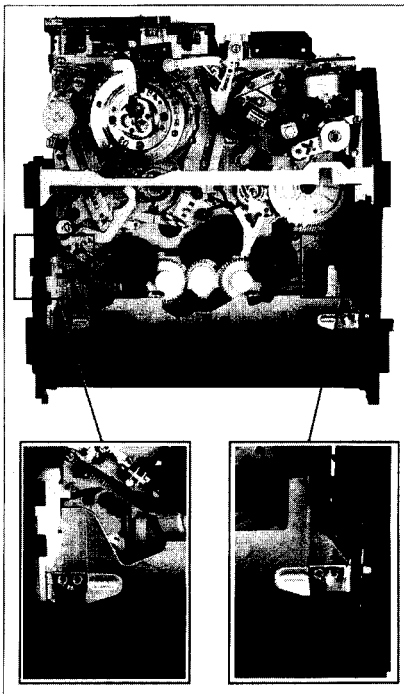

Fig. 1-11
3. Ruotare la puleggia di caricamento in senso antiorario (rispetto alla parte frontale), finché il lift si ferma contro il primo fermo di destra (fig. 1-11).
4. Togliere il primo fermo di destra muovendo la leva in avanti (fig. 1-11).
5. Continuare la rotazione della puleggia finché il lift si ferma contro il secondo fermo di sinistra (fig. 1-11).
6. Togliere il secondo fermo di sinistra spingendo la leva verso il basso (fig. 1-11).